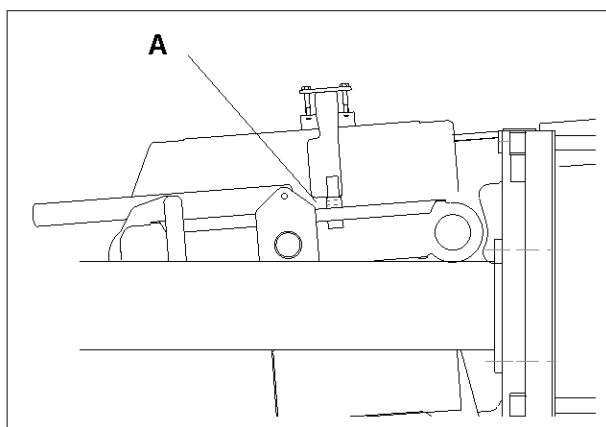

Fig. 83
De spiraalrol moet links van de meelopende gladde rol gemonteerd worden. De rollen zijn met centrale spieën op de drijfas bevestigd. Als ze versleten raken (hetgeen meestal op het achterste uiteinde gebeurt), kunnen ze omgekeerd worden. Om de toegang tot de axiaalrollen te verbeteren, kunt u de twee sluitpennen (A) verwijderen en het geleiderscherm verwijderen (Fig. 83).